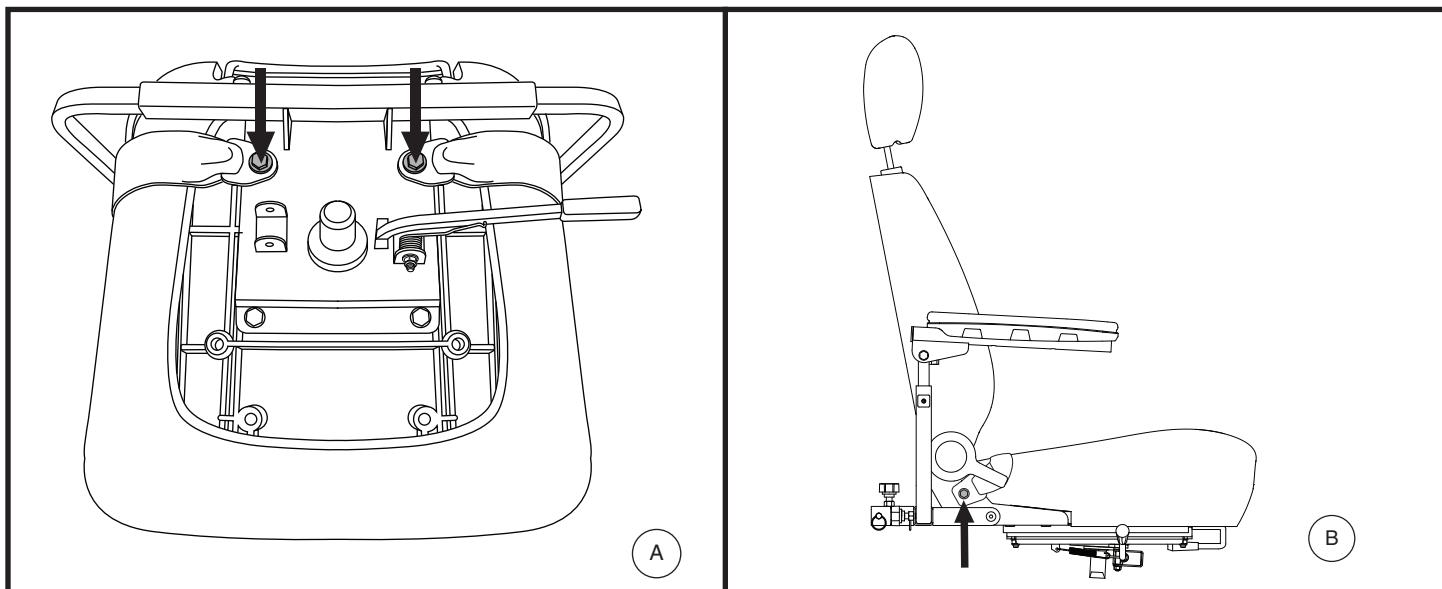

Figure 17. Boulons du ceinture de positionnement
Votre scooter peut être équipé d'une ceinture de positionnement de type automobile réglable pour votre confort. Voir la figure 17. La ceinture de positionnement est conçue pour supporter et empêcher le conducteur de glisser ou d'avancer sur le siège. La ceinture de positionnement n'est pas une ceinture de sécurité.
2. Placez le siège à l'envers pour faire face à sa base. **Voir la figure 17.**